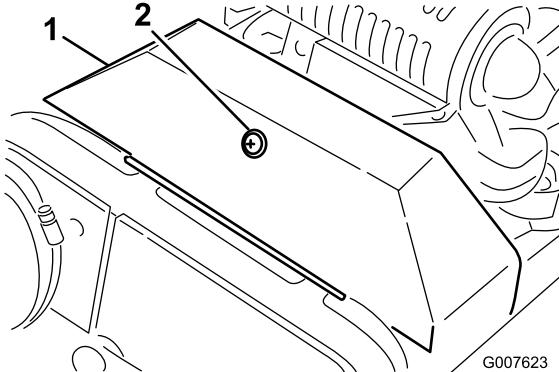

図 33
2. V ベルト・カバーを固定しているリテーナをゆるめて、カバーを開ける（図 33）。
2. Vベルト・カバーを固定しているリテーナをゆるめて、カバーを開ける（図 33）。